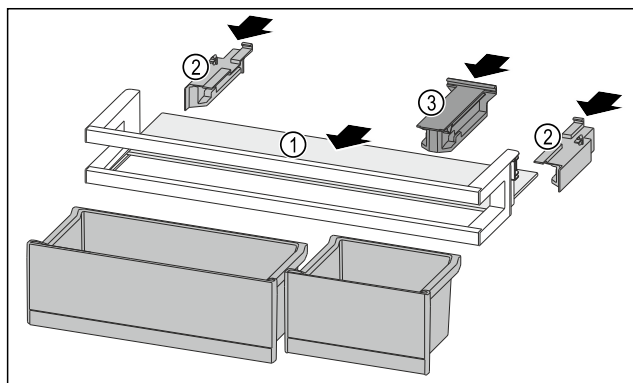

Fig. 201
- ▶ Вдвиньте съемную полку Fig. 201 (1) в боковые пазы.
- ▶ Установите боковые части Fig. 201 (2).
- ▶ Смонтируйте крепление Fig. 201 (3).